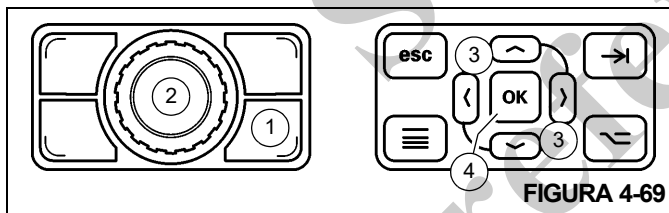
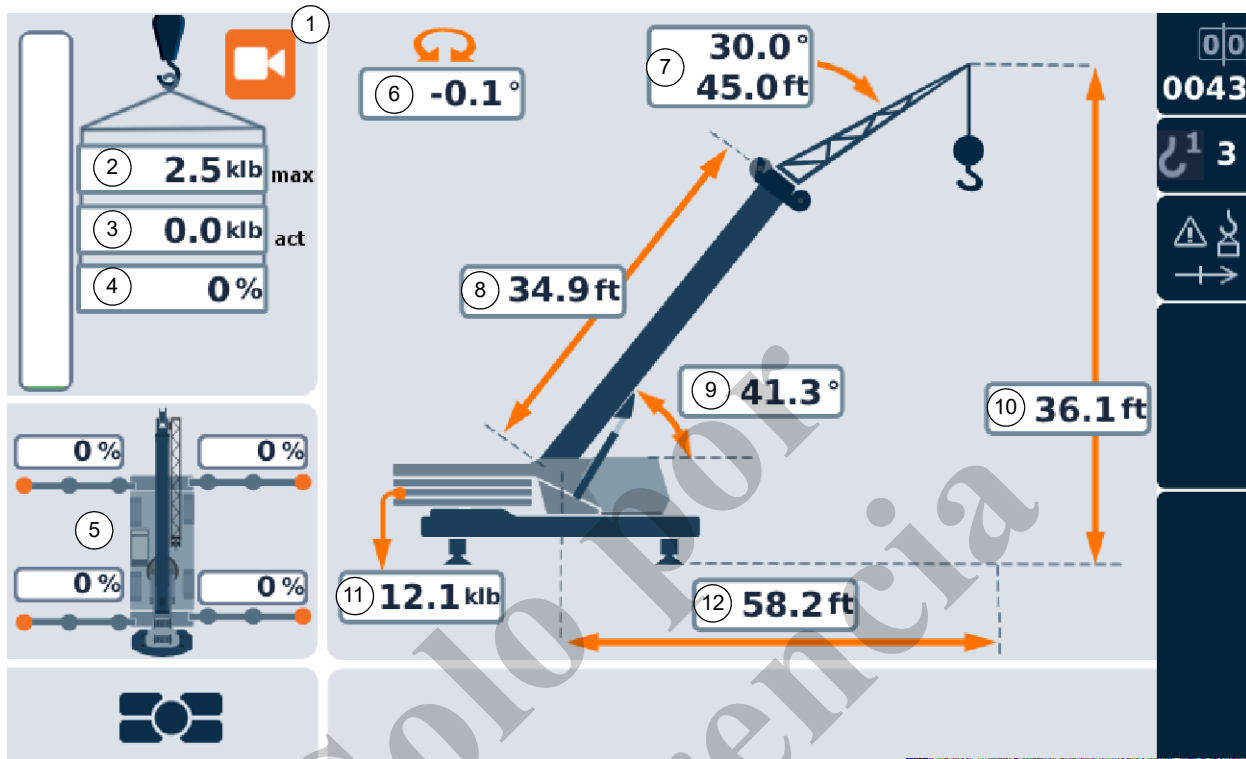

FIGURA 4-69
FIGURA 4-70
- Oprima el botón de cambio de pantalla (1, Figura 4-69) en el cuadrante selector para seleccionar el control de pantalla del RDM.
- Use el cuadrante selector (2, Figura 4-69) para seleccionar uno de los campos de número de código (el cuadro alrededor del número se tornará naranja, Figura 4-70) y luego oprima el cuadrante selector (2) (el número se pondrá blanco con un fondo naranja).
- Use los botones de flecha (3, Figura 4-69) en el panel de control de navegación en el RDM para seleccionar uno de los campos de número de código (el cuadro alrededor del número se tornará naranja, Figura 4-70) y luego oprima el botón OK (4) (el número se pondrá blanco con un fondo naranja).